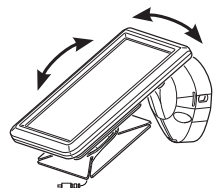

Figura 9
- Gire el panel solar al ángulo deseado (vea la Figura 9).